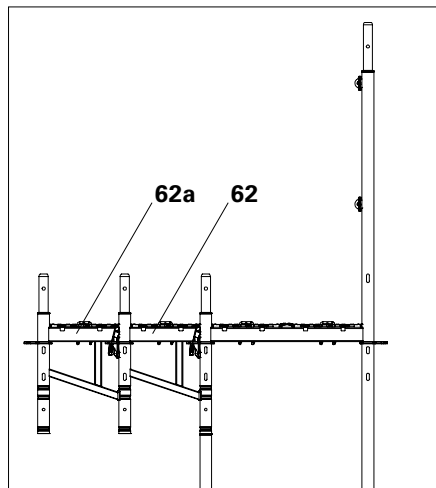

Abb. A6.02
- Nur an Konsolen ECM 33 (62) können zusätzliche Konsolen ECM 33 (62a) oder Auflagen UC (61) angereiht werden. (Abb. A6.02 + A6.02a)